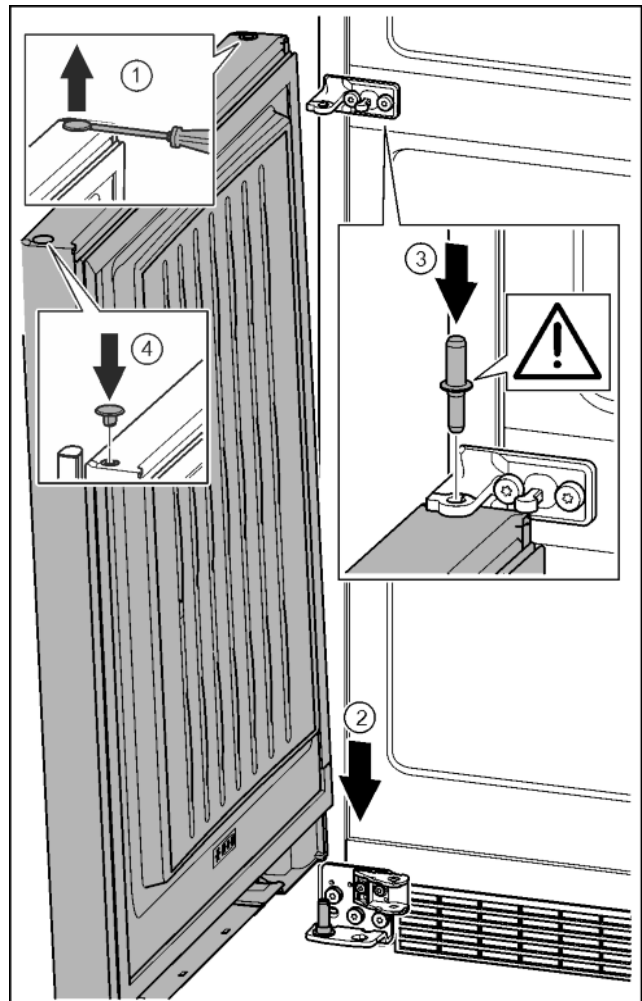

Fig. 34
- ▶ Stopfen vorsichtig mit einem Schlitzschraubendreher anheben und herausziehen. *Fig. 34 (1)*
- ▶ Tür von oben auf den unteren Lagerbolzen aufsetzen. *Fig. 34 (2)*
- ▶ Lagerbolzen Mitte durch Lagerbock Mitte in die untere Tür einsetzen. Dabei darauf achten, dass der Rastnocken nach hinten zeigt. *Fig. 34 (3)*
- ▶ Stopfen auf der anderen Türseite wieder einsetzen. *Fig. 34 (4)*